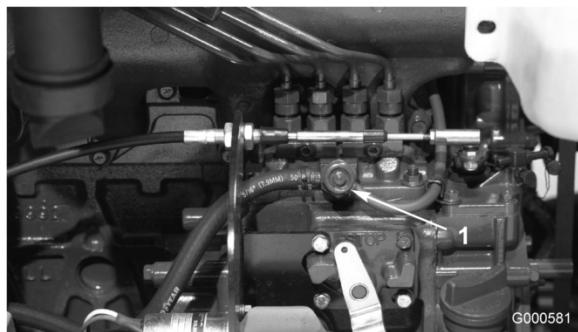

Figura 37
- Desaperte o parafuso de drenagem que se encontra na bomba de injecção de combustível (Figura 37).